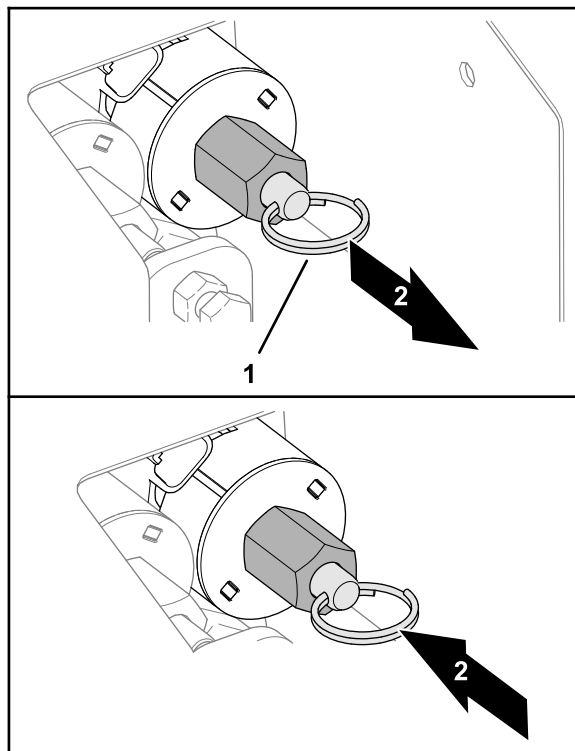

Figura 32
- Para bajar la tolva (Figura 32), tire del anillo en el husillo de la válvula.
- Para elevar la tolva (Figura 32), presione el anillo dividido en el husillo de la válvula.